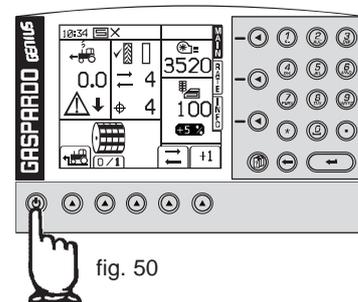

fig. 50
- 5) Die Konsole einschalten (Abb. 50) und warten, bis das Initialisierungsverfahren abgeschlossen ist (ca. 8÷10 Sekunden)